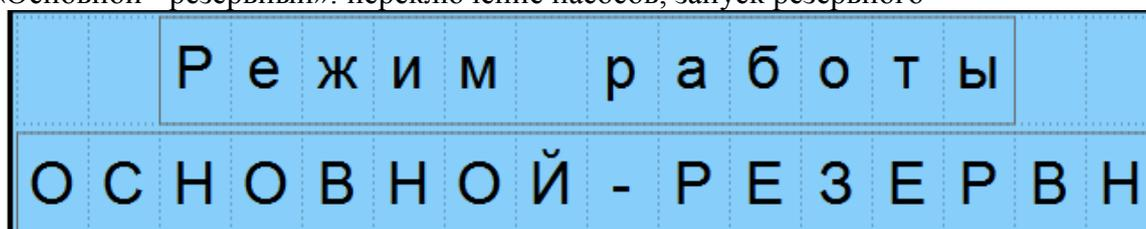

Рисунок 7.
8. Экран выбора режима работы насосов, рисунок 7.